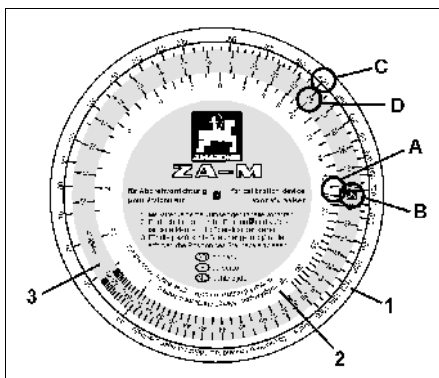

Рис. 37
- Возьмите счетный диск для устройства для установки распределителя на норму внесения. На шкале (Рис. 37/2) для уловленного количества [кг] найдите числовое значение "17,5" (Рис. 37/A) и совместите с позицией "К" (Рис. 37/B) цветной шкалы (Рис. 37/3).
- Найдите необходимую норму внесения (400 кг/га) (Рис. 37/C) на шкале для нормы внесения (Рис. 37/1) и определите требуемое положение шиберной заслонки (позицию) "23" (Рис. 37/D).